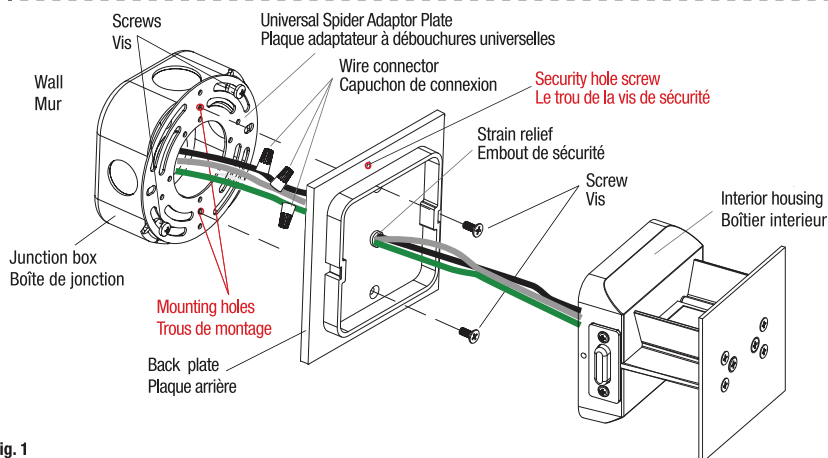

Fig. 1
1. Install the Universal Spider Adaptor Plate on the recessed wall junction box using the two screws (Fig. 1).
NOTE: The position of the Universal Spider Adapter Plate must be adjusted as shown in Fig. 1 (see the two threaded holes in the vertical position for back plate luminaire mounting).
2. Pass the power wires through the central hole of Universal Spider Adaptor Plate (Fig. 1).
3. Install the strain relief and pass the luminaire wires through the central hole of back plate (Fig. 1).
4. Make electrical connections between the luminaire and power wires as shown in Fig. 1. Push the wires into the junction box.
5. Install the back plate of luminaire on the Universal Spider Adaptor Plate by using the two provided screws (Fig. 1).
NOTE: The back plate must be placed as shown in Fig. 1 (the security screw hole position in the upper point of the plate).
1. Installer la plaque adaptateur à débouchures universelles sur la boîte de jonction murale à l'aide des deux vis (Fig. 1).
NOTE: La position de la plaque adaptateur à débouchures universelles doit être ajustée comme indiqué sur la Fig. 1 (voir les deux trous filetés en position verticale pour le montage de la plaque arrière du luminaire).
2. Faire passer les fils d'alimentation par le trou central de la plaque adaptateur à débouchures universelles (Fig. 1).
3. Installer l'embout de sécurité et faire passer les fils du luminaire par le trou central de la plaque arrière (Fig. 1).
4. Effectuer les connexions électriques entre le luminaire et les fils d'alimentation comme indiqué sur la Fig. 1. Pousser les fils dans le boîtier de jonction.
5. Installer la plaque arrière du luminaire sur la plaque adaptateur à débouchures universelles à l'aide des deux vis fournies (Fig. 1).
NOTE: La plaque arrière doit être placée comme indiqué sur la Fig. 1 (la position du trou de la vis de sécurité se trouve au point supérieur de la plaque).